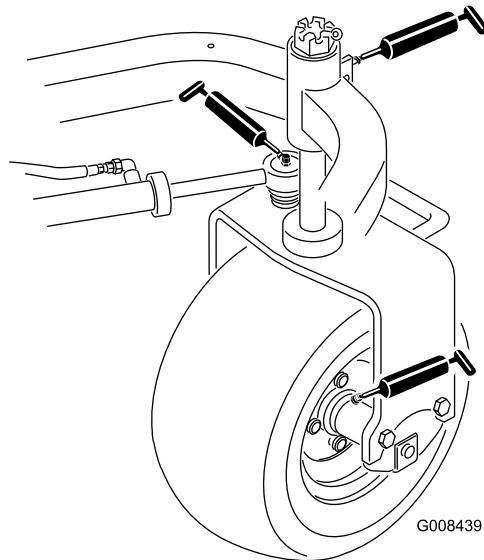

図 33
- ・ 後ホイールハブヶ所 図 33
- ・ キャスタベアリング1ヶ所 図 33
- ・ ステアリングシリンダ2ヶ所 図 33